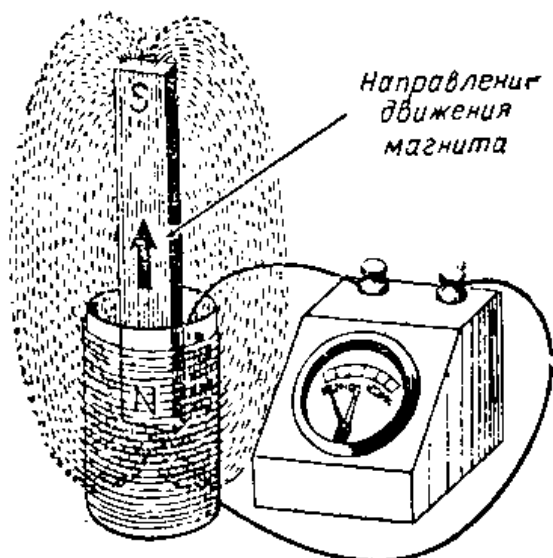

Рис. III.18
**Рис. III.18.** Когда мы выдвигаем стержневой магнит из катушки, стрелка гальванометра отклоняется в противоположном направлении, а затем возвращается обратно в нулевое положение.